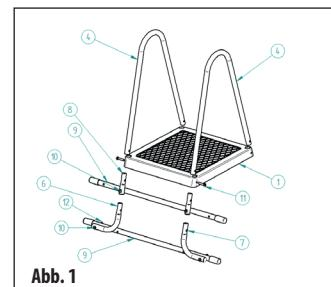

Abb. 1
Treppenhandläufe (4) von oben in die Löcher in der Plattform (1) einschieben. (Abb. 1) Anschließend von unten in die Handläufe Teile einschieben, die als Leiterstütze außerhalb des Pools dienen werden. Für die 120 cm Tiefe des Beckens gegenüber dem Gelände benutzen wir die Nippel (8) und für die 110 cm Tiefe des Beckens gegenüber dem Gelände den Fußbogen (6 und 7). Bei der Montage müssen die Bögen voneinander abgewandt sein und die Löcher für die Schrauben der Verstrebung (9) müssen parallel zur Ebene der Plattform (1) sein. Stellen Sie sicher, dass die Löcher in den Handläufen (4) mit den Löchern in der Plattform (1) und in den Nippeln (8) (Bögen (6 und 7)) zusammenpassen. Mit 2 St. Schrauben (11) und geschlossenen Muttern (12) zusammenschrauben. Schrauben von der Außenseite der Plattform einsetzen.
Treppenverstrebung (9) nehmen und mit den Nippeln (8) oder den im Schritt 1 montierten Bögen (6 und 7) verschrauben. Die Verstrebung von der Plattformseite (1) mit 2 St. Schrauben (10) und zwei geschlossenen Muttern (12) montieren. Muttern von der Plattformseite (1) montieren. (Abb. 1).